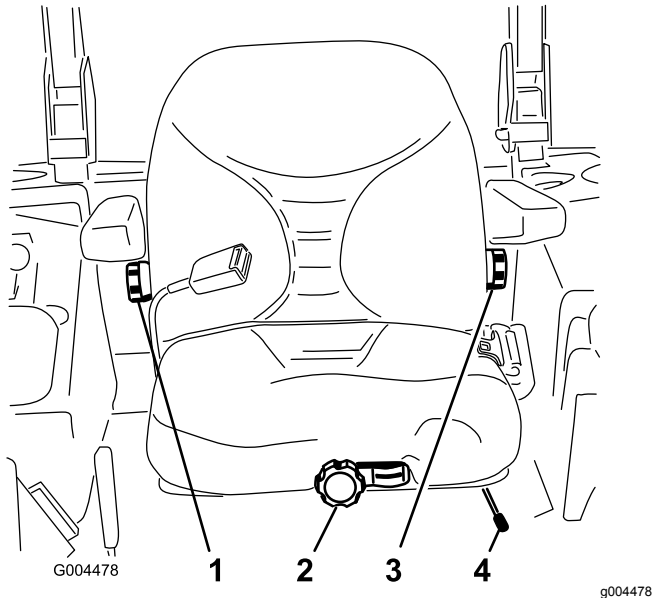

Figura 13
1. Para ajustar el asiento, mueva la palanca lateralmente para desbloquear el asiento (Figura 13).
Sin sentarse en el asiento, gire el pomo situado en la parte delantera en cualquier sentido hasta encontrar la posición más cómoda (Figura 13).
Para ajustar el respaldo del asiento, gire el pomo situado debajo del reposabrazos derecho en cualquier sentido hasta encontrar la posición más cómoda (Figura 13).
Para ajustar el respaldo del asiento, gire el pomo situado debajo del reposabrazos izquierdo en cualquier sentido hasta encontrar la posición más cómoda (Figura 13).